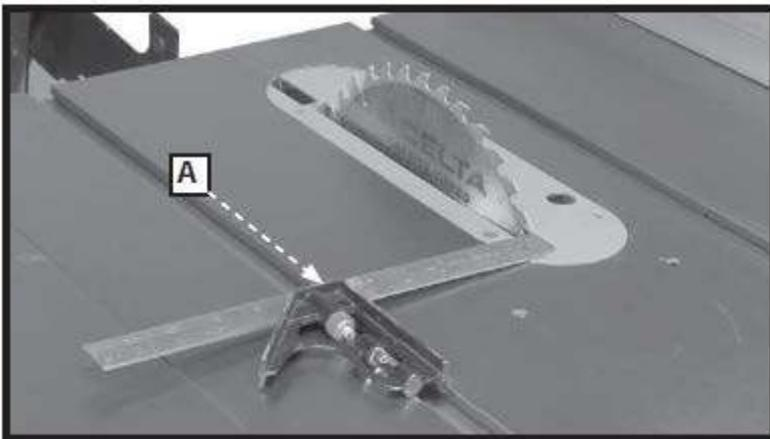
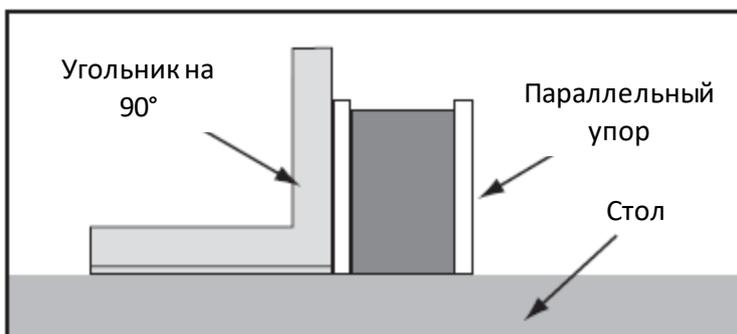

Рис. 31. Измерение расстояние от Т-образного паза до переднего положения дисковой пилы
Рис. 40. Проверка перпендикулярности параллельного упора относительно стола
1. Поставить комбинированный угольник А, рис. 40, на стол одной кромкой в паз поворотной головки. Настроить угольник так, чтобы линейка касалась одного из зубьев пилы в переднем положении (рис. 31). Зафиксировать угольник в данном положении.
8. Поставить на стол угольник и отрегулировать плоскость параллельного упора, как показано на рис. 40, обеспечив перпендикулярность параллельного упора столу.